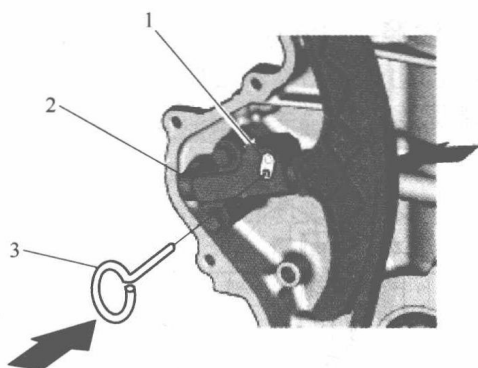
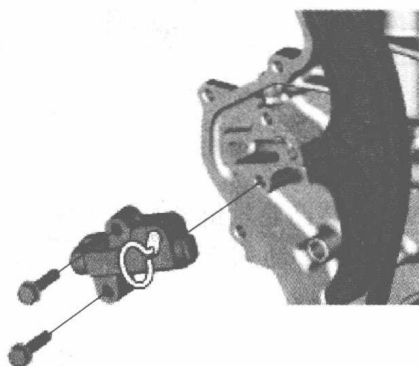

图 1-1-22
图 1-1-23
(11) 按如下方法拆卸凸轮轴链条自动张紧器。
- ① 松松地安装曲轴带轮。
- ② 逆时针旋转曲轴，以压缩凸轮轴链条自动张紧器。
- ③ 逆时针旋转曲轴以便对齐锁片 1 和凸轮轴链条自动张紧器 2 上的孔，如图 1-1-22 所示。
- ④ 将直径 1.2mm 的销 3 插入孔中。
- ⑤ 顺时针转动曲轴以固定销。
- ⑥ 拆下凸轮轴链条自动张紧器，如图 1-1-23 所示。
- ⑦ 拆下曲轴带轮。